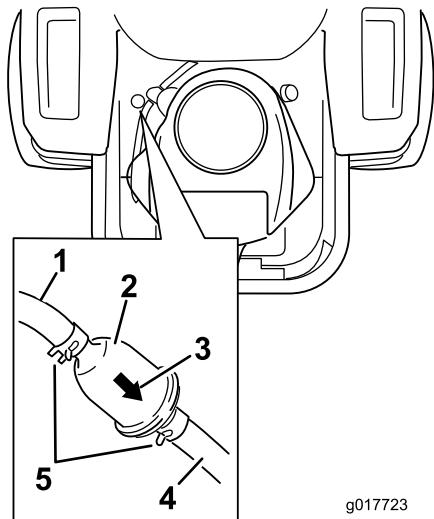

Figure 38
4. Soulevez le siège et localisez les filtres à carburant, comme illustré à la Figure 38.
Rapprochez les colliers de flexibles du filtre (Figure 38) pour le fixer en place.